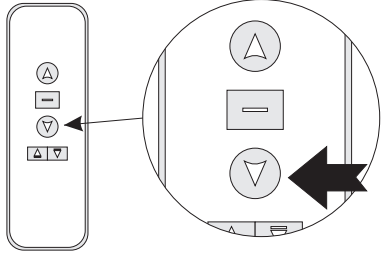

图 21
2. 按发射器上的幕布下行键，幕布下降，说明此次学习成功。（如图21）